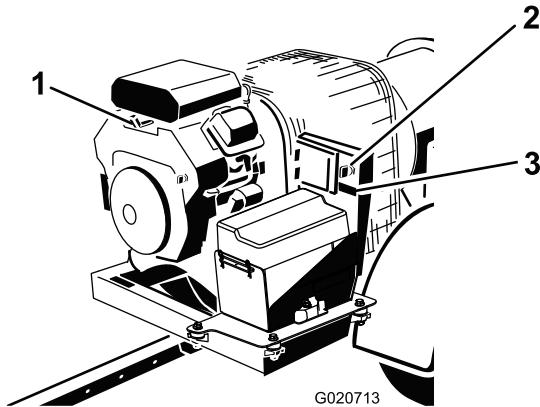

Figura 10
L'interruttore di accensione (Figura 10), utilizzato per avviare e arrestare il motore, presenta tre posizioni: OFF, RUN e START (spento, marcia e avvio). Girate la chiave in senso orario, in posizione di avvio (START), per azionare il motorino di avviamento. Rilasciate la chiave una volta avviato il motore. La chiave ritorna automaticamente in posizione di marcia (ON). Per spegnere il motore, girate la chiave in senso antiorario in posizione di spegnimento (OFF).
Per avviare un motore a freddo, spostare la leva di comando dello starter (Figura 10) in posizione ON.